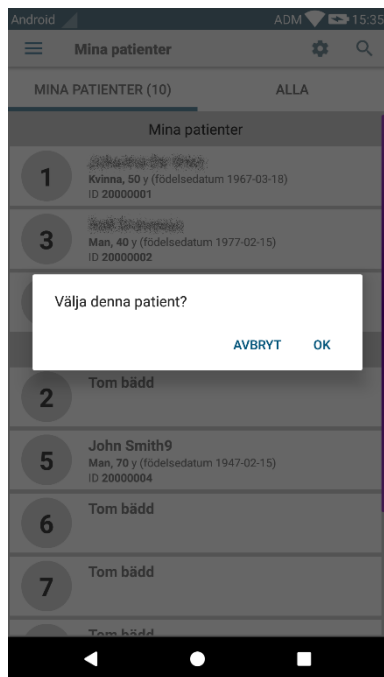

Fig. 40
- Tryck på rutan i Fig. 39 **A**. Bekräftelse av användaren krävs (Fig. 40).